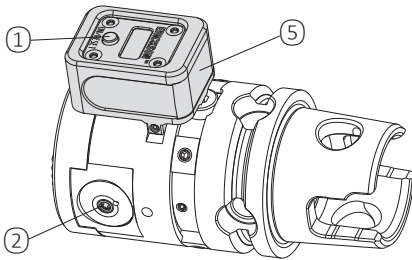
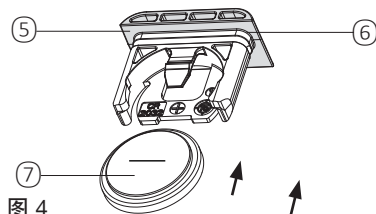

图 2
图 4
电池更换（图 2、4）
集成电池的使用寿命约为 5000 次设置。我们建议将备用电池放在手边（电池类型 VALTA Cr 2032）。当显示屏上出现“低电量”符号时，电池将再持续约 50 次设置。如果在启动后，显示屏显示故障代码 E-99 和“电池电量低”闪烁，则表明电池已用尽，必须更换。若要更换电池，请将电池仓 ⑤（图 2、4）从显示装置中拉出，取出旧电池并妥善处理。正确地插入新电池（图 4）。然后将电池仓滑回显示装置内。